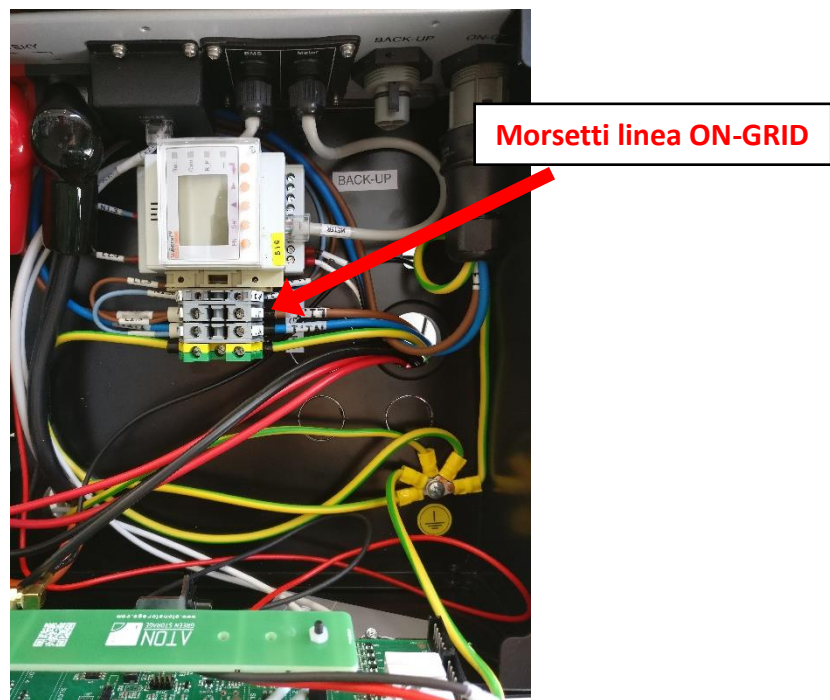

Figura 54 - Collegamento linea ON-GRID
6. Collegare la linea ON-GRID ai morsetti rispettando le indicazioni degli schemi elettrici e di Figura 54: